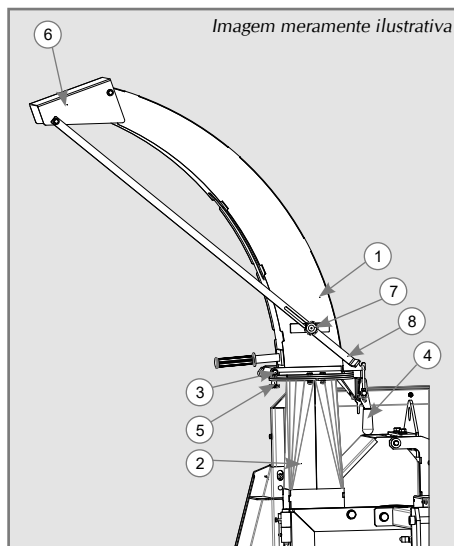

Figura 17
- ✓ Posicione a bica (1) sobre o duto de saída (2) e aperte os parafusos (3) prendendo a bica, em seguida fixe a trava de segurança (4). Sempre que desejar direcionar a bica solte o manípulo (5) e gire a bica na posição desejada e reaperte o manípulo. Para ajustar a posição do quebra jato (6) solte o manípulo (7) e movimente a haste reguladora (8) e reaperte o manípulo (7) ao atingir a posição desejada, conforme Figura 17.